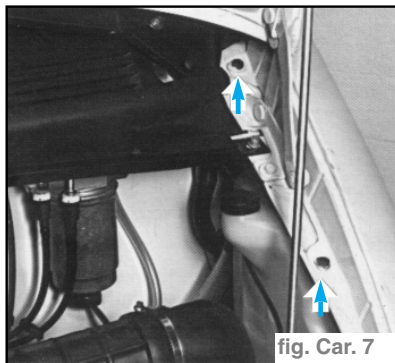

fig. Car. 7
- Désaccoupler les vis de fixation de l'aile à la coque face au compartiment moteur. (fig. Car. 7)